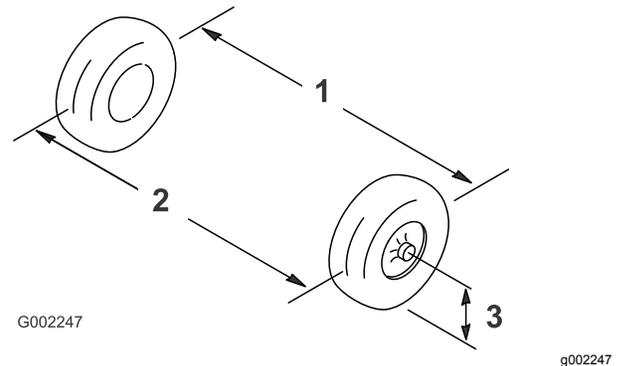

Figura 83
2. Misurate la distanza tra i pneumatici anteriori all'altezza dell'assale, davanti e dietro le ruote (Figura 83).
- Avviate il motore con il tappo allentato sul radiatore (Figura 83).